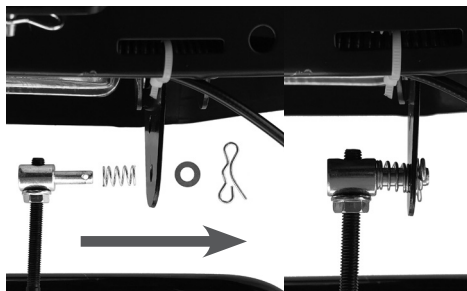

Рис. 13 Подключение туги к рычагу переключения передач
- установите верхний конец тяги с регулировочным механизмом в отверстие рычага переключения передач, как показано на Рис. 13 и зафиксируйте тягу шплинтом;